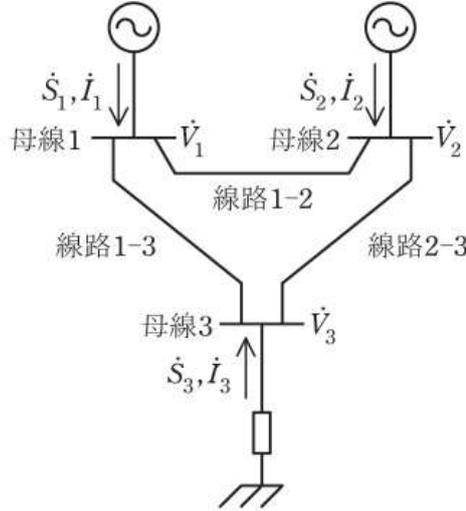

図1
図1の3母線の電力系統におけるニュートン・ラフソン法を用いた電力潮流計算に関して、次の問に答えよ。母線 k から系統に流入する複素電力を \dot{S}_k 、母線 k の電圧を \dot{V}_k とする。 $\dot{S}_k = P_k + jQ_k$ (P_k は有効電力, Q_k は無効電力), $\dot{V}_k = |\dot{V}_k|(\cos \theta_k + j \sin \theta_k)$ である。母線 k から系統に流入する電流 \dot{I}_k はノードアドミタンス行列 $[\dot{Y}_{kl}]$ を用いて, $\dot{I}_k = \sum_{l=1}^3 \dot{Y}_{kl} \dot{V}_l$ と表すことができる。 ($k = 1, 2, 3, l = 1, 2, 3$)
- (1) 全ての線路を直列リアクタンス $X_{kl}(X_{12}, X_{13}, X_{23})$ のみを考慮した等価回路で表現した場合, $[\dot{Y}_{kl}]$ を X_{kl} で表せ。また, 計算過程を簡潔に記せ。
- (2) 図1において線路を π 型等価回路で表現し, 直列リアクタンス X_{kl} に加えて並列キャパシタンス C_{kl} を考慮する場合, $[\dot{Y}_{kl}]$ を表の値を用いて求めよ。なお, ω は系統の角周波数, $C_{kl}/2$ は線路両端の並列キャパシタンスである。